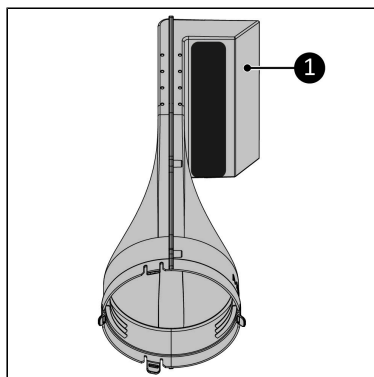

Figura 69.
4. Așezați ieșirea în fața dvs. Asigurați-vă că deschiderea rotundă este orientată spre dvs. (Figura 69).
5. Asigurați-vă că orificiul de evacuare a aerului (Figura 69, nt.1) este orientată spre dreapta.